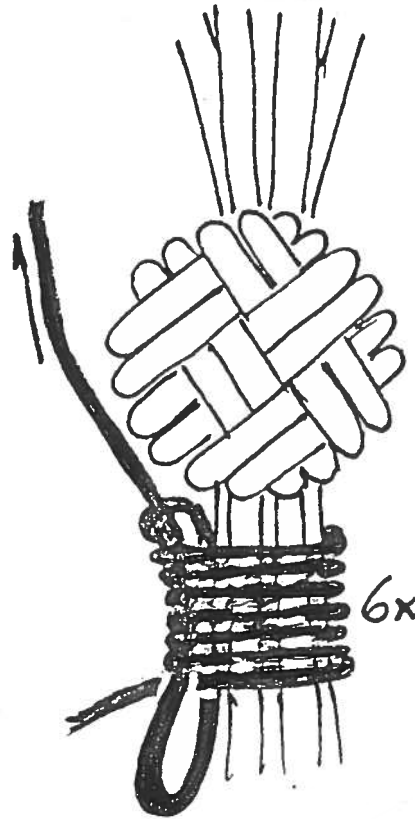
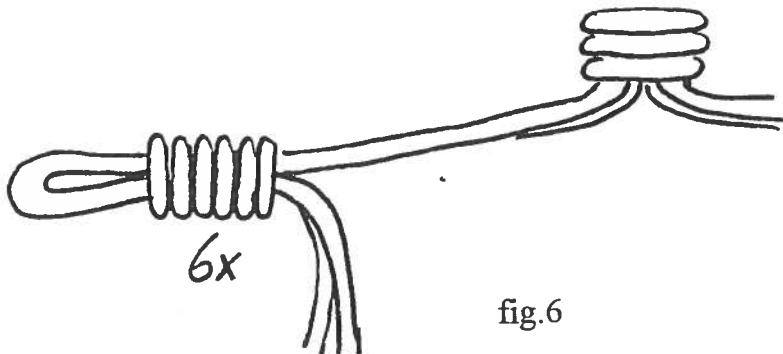
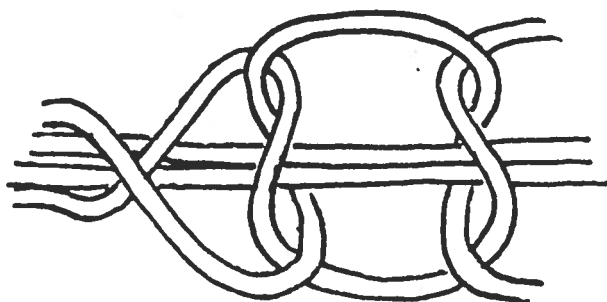

fig.5
fig.6
fig. 7
[fig.7, blz.6-2, 19??]
4) Trek het geheel niet te strak aan, want de knoop moet nog verdubbeld worden. D.w.z de bochten van de eerste Kruisknoop en de eerste Schildknoop worden een tweede keer gevolgd. Als laatste steken we de einden door naar het midden van de knoop en zie daar een Stoppersknoop (fig.5).
5) Voor de hals wordt gebruik gemaakt van een takeling van ± 6 tornen (fig.5).
6) Maak nu de armen door twee touwen zijdelings te buigen. Na 5 cm worden de touwen teruggebogen. Op ± 1 cm van de knik wordt een takeling voor de pols gemaakt en daardoor worden de handen gevormd (fig.6). Geef je takeling een zestal tornen.
Draai je 4-strengs grommer zodanig open dat je een gat hebt met twee strengen links ervan en twee strengen rechts ervan. Steek het vaste end door het gat naar beneden. Draai de grommer weer dicht en je tamp zit vast. Laat de werkende part over 2 en onder 2 gaan (fig.5). Werk in het vlak van de grommer. Als je dat niet doet krijg je slagen in je platting. De eerste keer rond is het het makkelijkste als je je grommer iedere keer opendraait zodat je twee draden links en twee draden rechts hebt. Ga zo door totdat je voor de eerste keer rond bent (fig.6). Als je nu goed uitkomt, zit er tussen de eerste keer dat je naar beneden ging en de laatste keer dat je naar boven kwam slechts één draad. Fig.7 toont de situatie na twee keer rond te zijn geweest. Door nu steeds onder 2 en over 2 te gaan en het werkende end altijd *rechts* naar beneden weg te steken zie je de vierkante platting ontstaan.
Rest me je nog te vertellen hoe deze grommer uit één strengetje te maken viel. Dat is simpel. Speldt in fig.4 de werkende part niet vast, maar werk daar meteen mee weg zoals in fig.5 is gebeurt en ga daarmee verder. Je introduceert op die manier wel een onregelmatigheidje, maar die valt alleen kniesoren op.